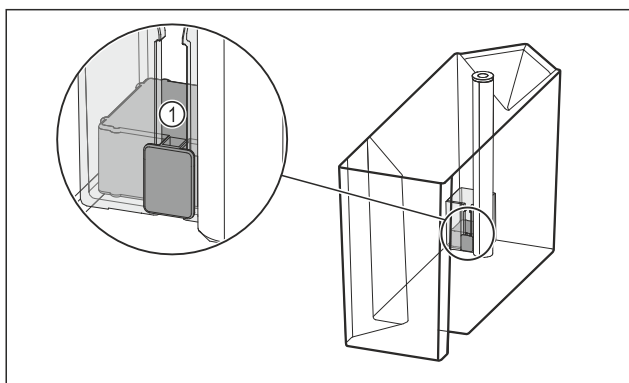

Fig. 98
- ▶ Provjerite je li plovak Fig. 98 (1) zaglavljn.